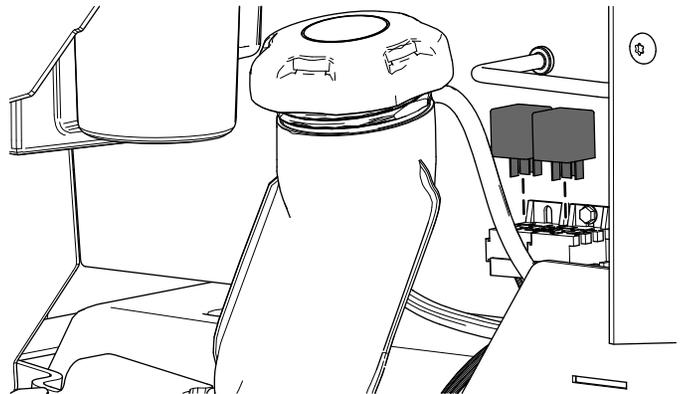

Figura 16
5. Instale los 2 relés (Figura 16).